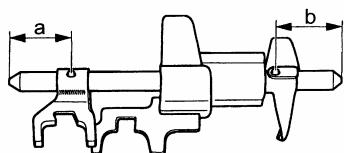

图 12-56 拨叉的安装位置
(1) 换挡杆拨杆的安装位置及 5 挡、倒挡换挡拨叉的安装位置见图 12-56，图中尺寸  $a=55\text{mm}$ ，尺寸  $b=60\text{mm}$ 。